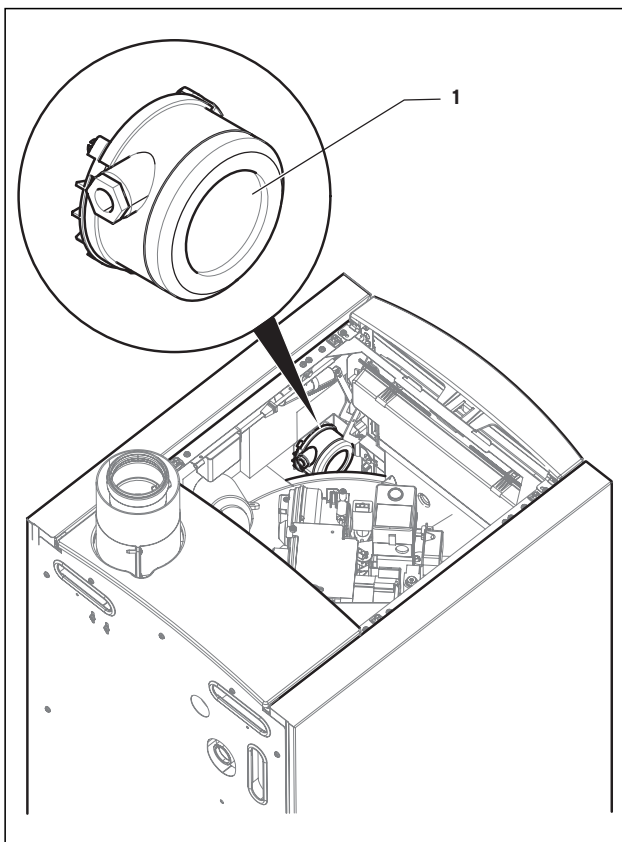

Abb. 8.17 Abgasdruckdose
- Die Abgasdruckdose (1) befindet sich innen an der rechten Geräteverkleidung in Brennerhöhe unter der Dämmmatte (siehe Abb. 8.17).